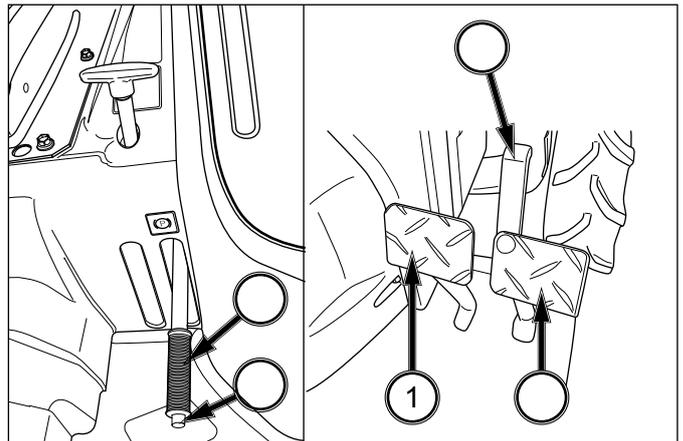

FIG. 4-13
FIGS.4-13 & 4-14: La pédale de frein intérieure (1) et extérieure (2) commande indépendamment les freins des roues gauches et droites respectivement, pour faciliter les virages. Pour le chargement du tracteur ou rouler à grande vitesse, les pédales de frein doivent être solidarisées à l'aide de la plaque de verrouillage (3). Les modèles hydrostatiques n'ont qu'une seule pédale de frein (4).